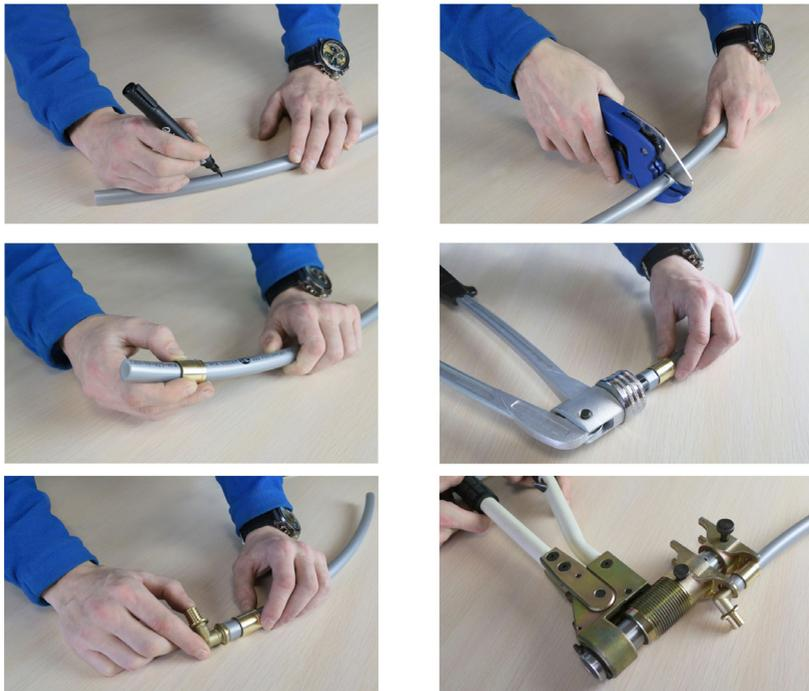

Рис. 4. Этапы монтажа аксиальных фитингов
#### 3.1. Монтаж фитинга выполняется в несколько этапов (см. рис.4)
5. Поместите штуцер фитинга в трубу до упорного буртика. Упорный буртик (поз.5 рис.4) не позволяет вручную продвинуть штуцер в раструб трубы целиком, тем самым контролируя её соосность с фитингом.
6. Сдвиньте гильзу на фитинг с помощью пресса с насадками необходимых размеров так, чтобы гильза дошла до воротника фитинга (поз.6 рис.4). После сборки фитинга не допускается проворачивать трубу, а также изгибать ее ближе 10 диаметров от места соединения.